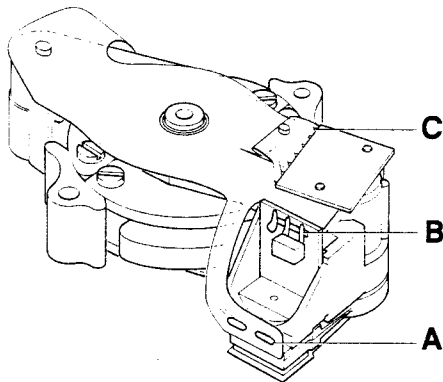

Fig. 3
- Die Anschlüsse A (siehe Bild 3) des Flexprints entlöten.
- Die Anschlüsse A und B anbringen (siehe Bild 3).